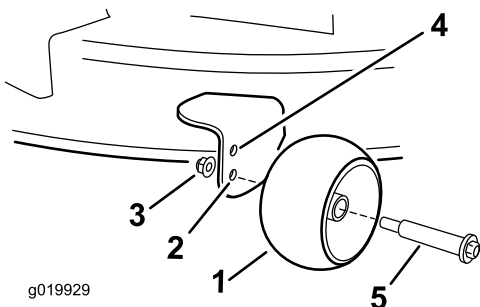

Рисунок 28
- Верхнее отверстие – используйте это положение, когда высота скашивания деки газонокосилки установлена в положение 63 мм и ниже (**Рисунок 28**).
- Нижнее отверстие – используйте это положение, когда высота скашивания деки газонокосилки установлена в положение 76 мм и выше (**Рисунок 28**).